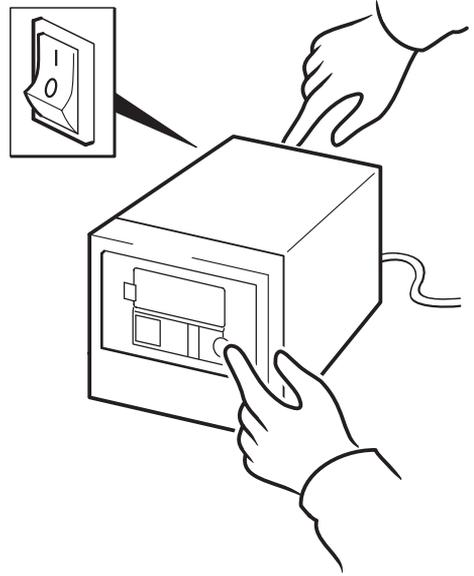

Figure 14b : hp obdr, étape 2
- 2 Maintenez le bouton d'éjection enfoncé. Tout en maintenant le bouton d'éjection enfoncé, mettez votre chargeur automatique sous tension (voir figure 14b). Cette manipulation permet d'activer le mode HP One-Button Disaster Recovery sur le périphérique à sa mise sous tension. Relâchez le bouton dès que l'écran à cristaux liquides affiche le message "OBDR Mode".